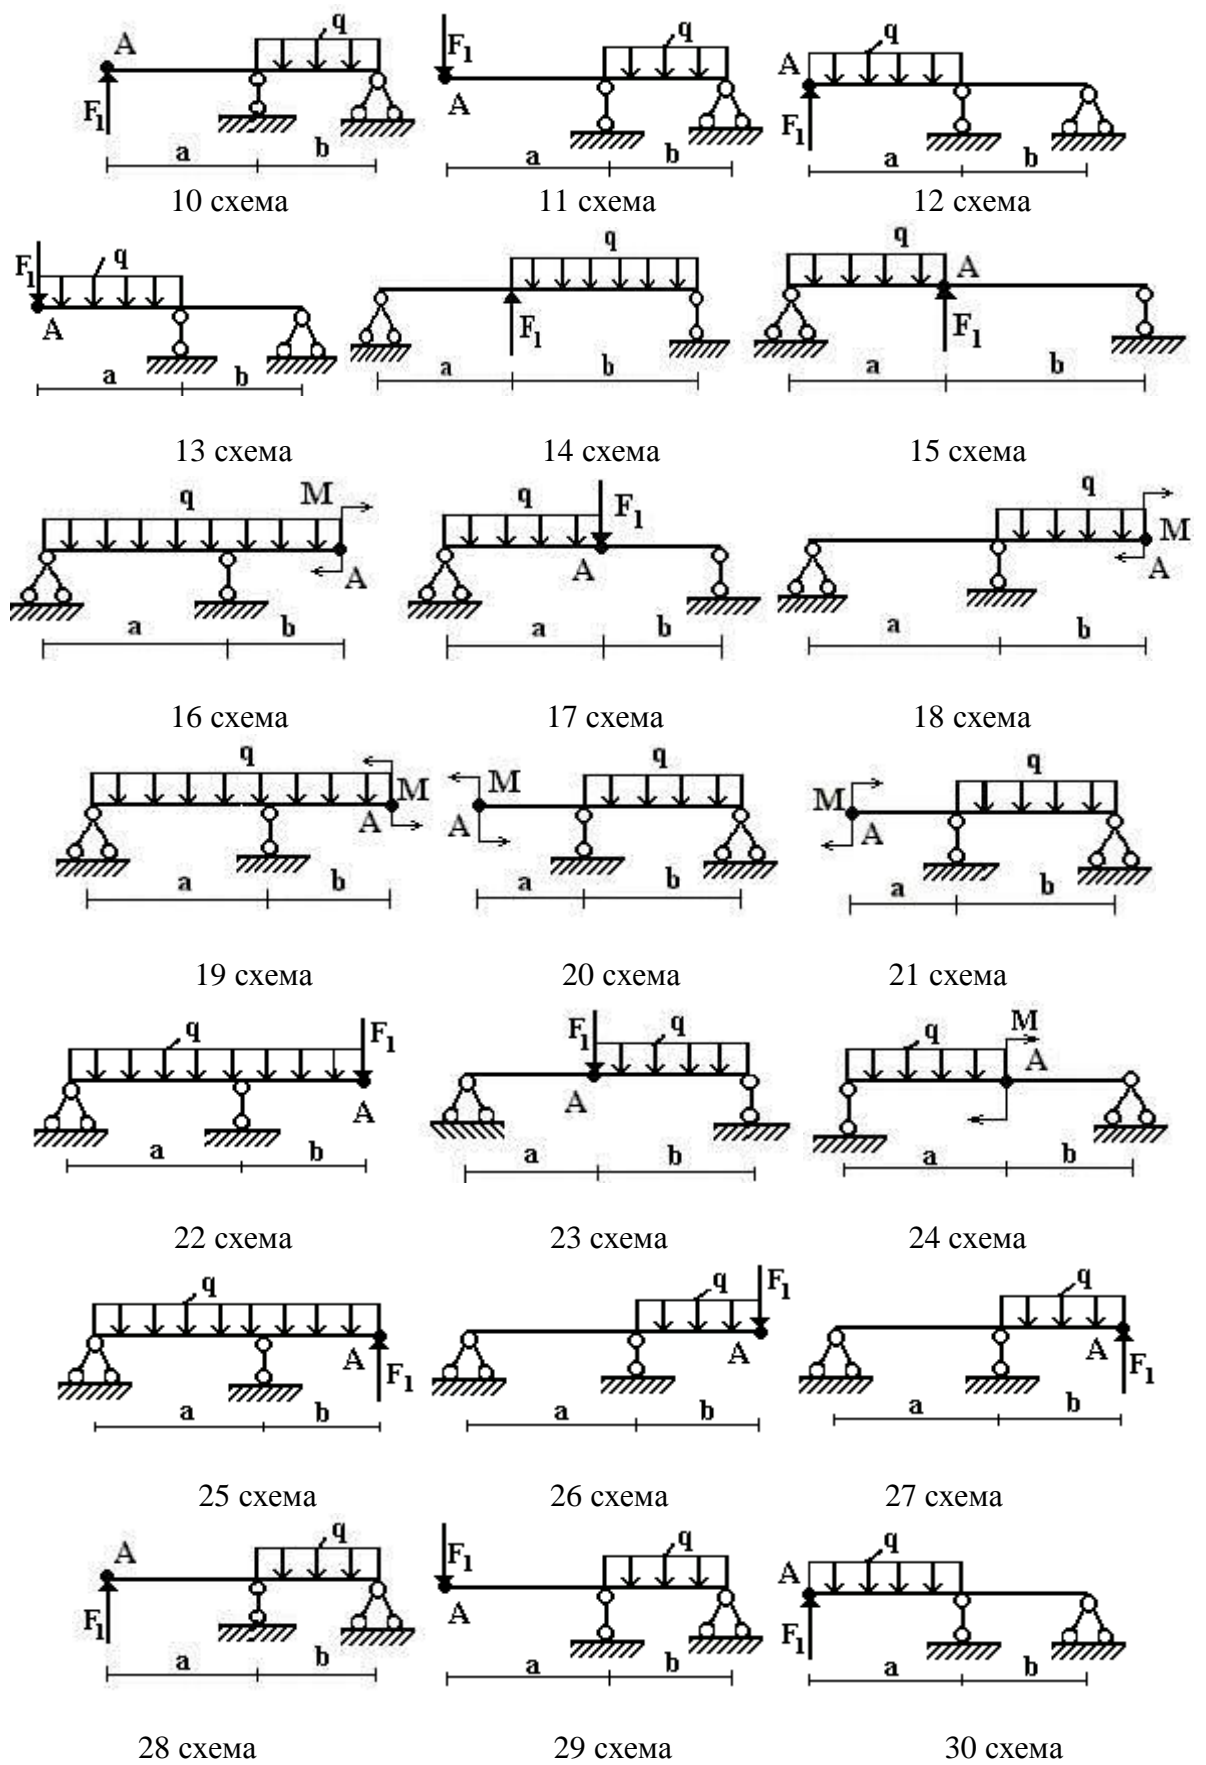

Рис. 3.2
**ЗАДАНИЕ 3.2.** Для стальной балки из двутавра № 20 (рис. 3.2) определить прогиб и угол поворота сечения А. Принять  $E=2 \cdot 10^5$  МПа.